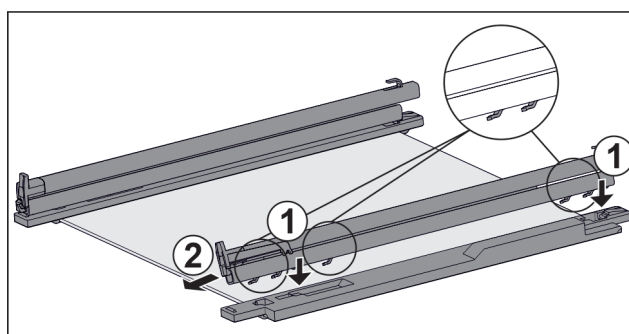

Fig. 160 Üveglap sínekkel és tartóelemekkel
- ▶ A sín horgait tegye fel a **bal** oldali tartóelem nyílásaira. Fig. 160 (1)
- ▶ Húzza előre a sínt. Fig. 160 (2)
- ▶ A sín horgait tegye fel a **jobb** oldali tartóelem nyílásaira. Fig. 160 (1)